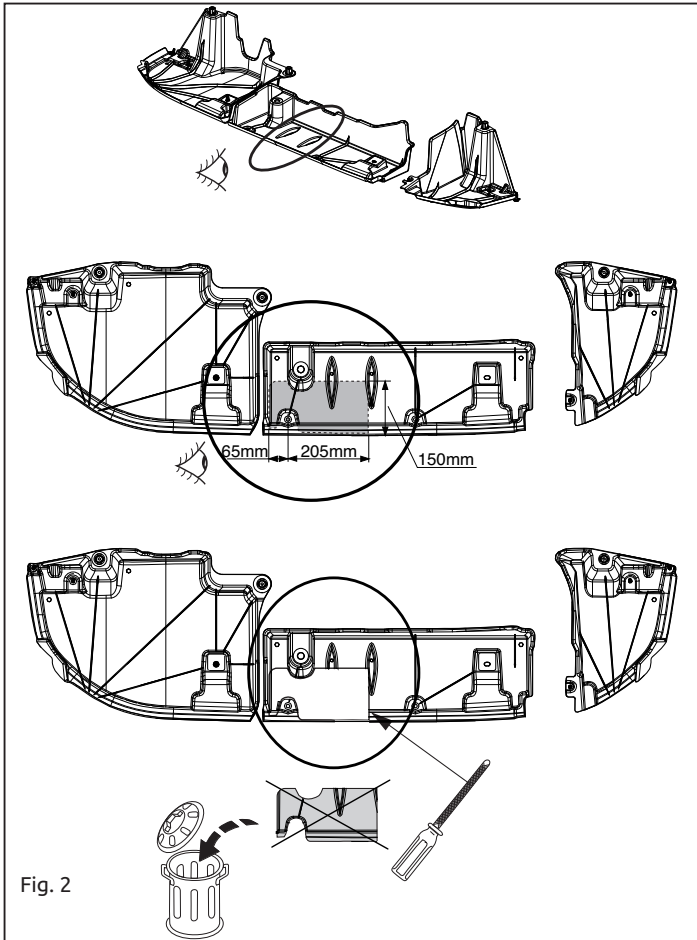

Fig. 2
9. Выпилить часть из закрывающей пластины, как указано на рис. 2.